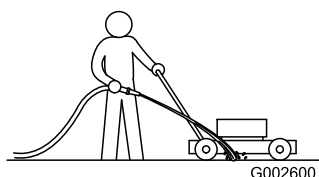

Bild 18
3. Lassen Sie den Motor bei eingekuppeltem Messer laufen und sprühen Sie Wasser vor das **rechte Hinterrad (Bild 18)**.